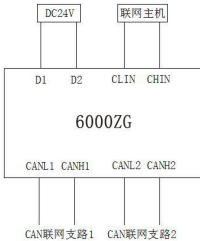

图 2 CAN 扩展接口 1 拖 2
- 2、CAN 扩展接口用作联网主机 1 拖 2 使用时, 线路连接如图 2 所示。